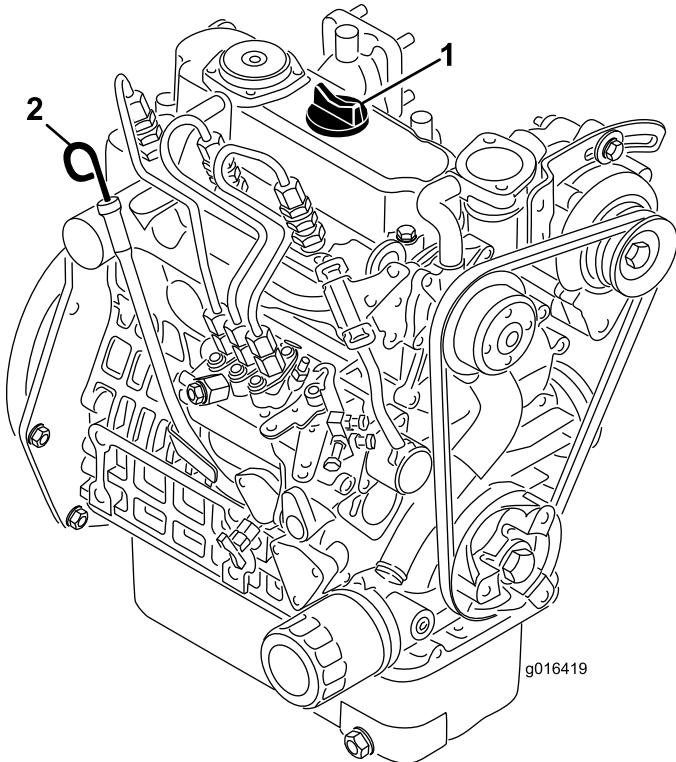

Bild 34
- Nehmen Sie den Peilstab heraus und wischen Sie ihn mit einem sauberen Lappen ab (Bild 34).